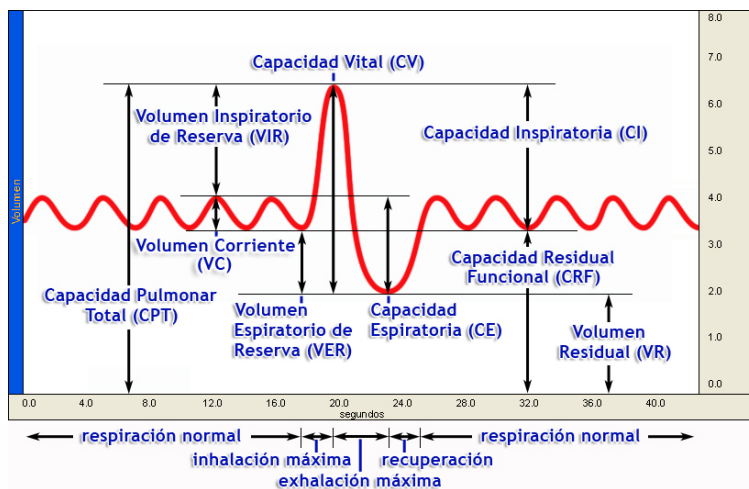

Fig. 12.22 Áreas de medición para volúmenes y capacidades respiratorias
- Use el **Cursor-I** y las herramientas de medición para observar los siguientes volúmenes y capacidades (definido en Fig. 12.22).